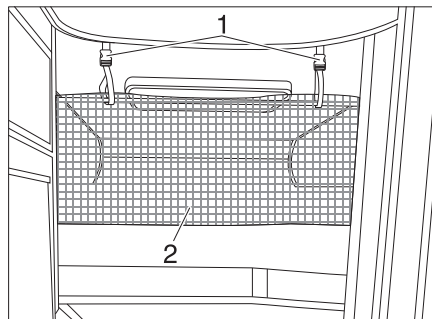

Bild 156 Skyddsnet
Skyddsnetet (Bild 156,2) är standard. Det ligger mellan madrassen och ribbotten. Skyddsnetet ska först monteras när personen som ska sova där befinner sig i sängen.
- Haka fast fästbanden (Bild 156,1) i hållarna i taket.